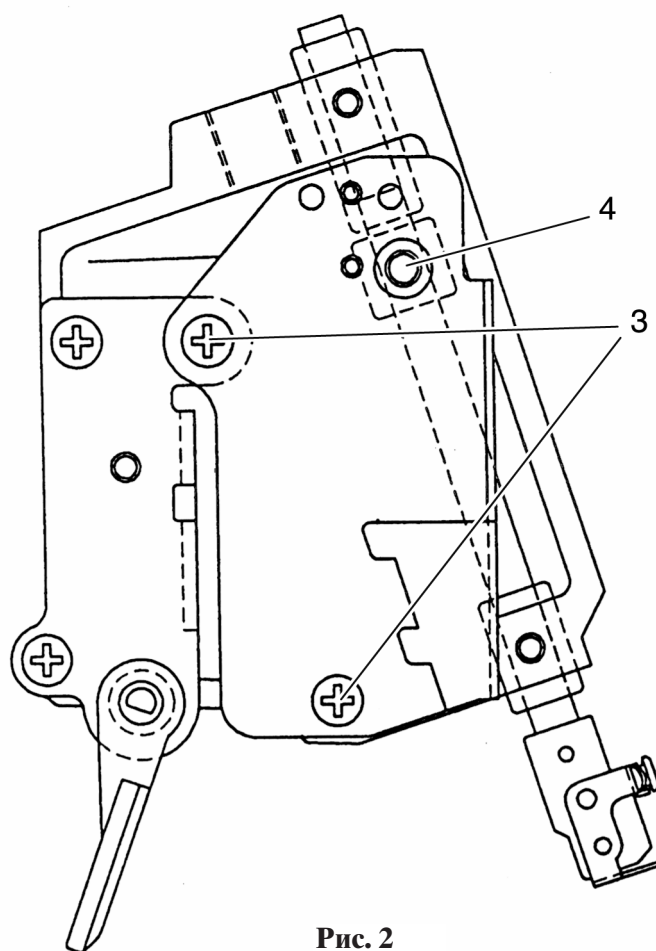

Рис. 2
- Выверните винты 3 крепления патрона лампочки и отведите патрон в сторону (рис. 2).